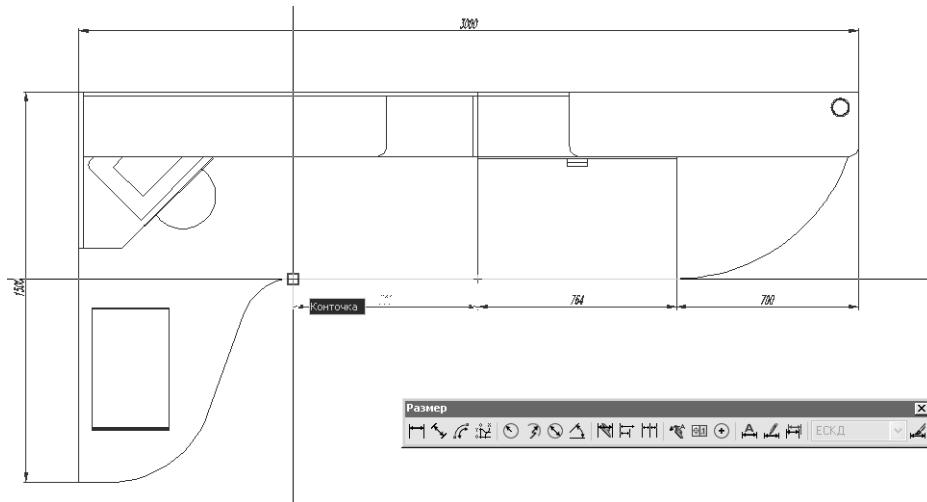

Рис. 11.14 ▶ Задание расположения третьего горизонтального размера, образующего размерную цепь
11. AutoCAD создаст размер 764 мм и тут же предложит задать расположение второй выносной линии следующего размера текущей размерной цепи. Выберите точку, в которой линейный участок столешницы переходит в угловую часть (рис. 11.14), а затем нажмите два раза **Enter** для завершения команды **Рэмпродолж** (DIMCONTINUE).